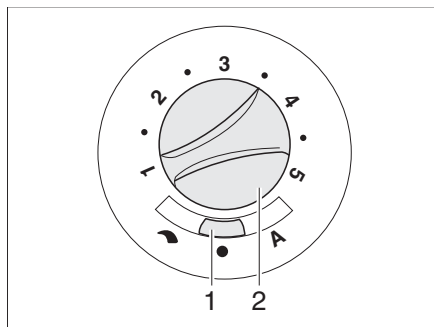

Fig. 110 Conmutador de mando para ventilador de circulación de aire (12 V)
- Ajustar el conmutador deslizante (Fig. 110,1) en "↷" (regulación manual) o "A" (modo automático).
- Cuando en el conmutador deslizante (Fig. 110,1) está ajustado "↷" (regulación manual): Ajustar la potencia deseada del ventilador de circulación de aire con el botón giratorio (Fig. 110,2).
- Ajustar el conmutador deslizante (Fig. 110,1) en "●" (Off). Con el funcionamiento de la calefacción esta posición del conmutador no tiene función.